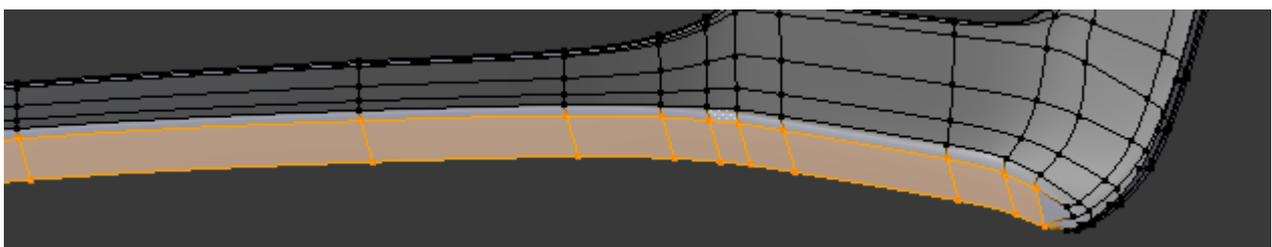

Figura 4.153
8. Seleccione o contorno inferior e, na janela Bottom Ortho, faça uma extrusão em yy dos vértices centrais, **[E] > [Y]**, e complete as faces adjacentes, **[F]**, figura 4.153.